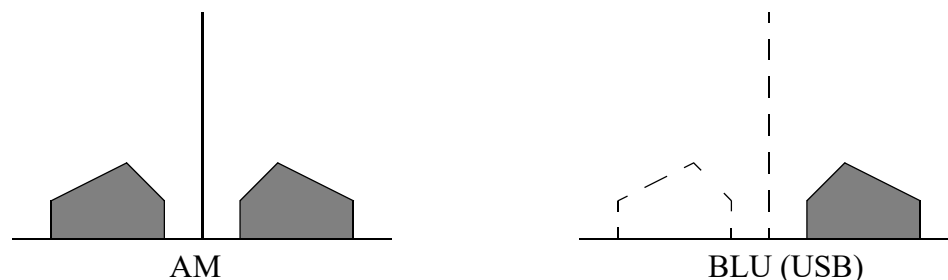

Figure 6.12 Spectre d'émissions en AM et USB modulés par un signal audio.
6.12 * Le spectre d'une émission SSB (BLU) est réduit à la largeur de la bande audio. En effet, en AM la largeur de bande comprend les deux bandes latérales comme à la **Figure 6.12** (gauche) alors que pour la BLU (J3E) seule l'une des bandes latérales est conservée (ici USB – Figure de droite).
6.13 * Le processus de modulation AM va créer 2 bandes latérales (voir **Figure 6.12**) contenant chacune les fréquences de 300 Hz à 3 kHz. La largeur totale étant dans ce cas :